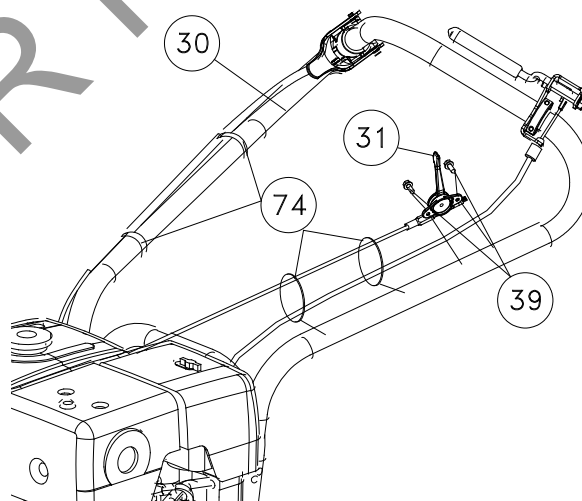

Fig. 2
2. Gasreguleringen vil blive monteret på gashåndtaget på motoren og viklet om motoren ved forsendelse. Pak gasreguleringen (genstand #31) ud og fastgør den til det øverste håndtag med skruer (genstand #39). Skruerne vil allerede være monteret på håndtaget. Flyt blot skruerne og brug dem til at montere gasreguleringen. Fastgør gaskablet og koblingskablet med to kabelstrips. Aim-and-Shoot™ er ikke fastgjort. Du er nødt til at rulle kablet ud og fastgøre enden med bolden til stangen og placere kabelenden i hullet på saddeklemmen med kablet kørende gennem rillen. Koblingskablet vil også være viklet op under maskinen. Før kablet under akslen og fastgør det ved at flytte koblingstappen og gaffelbolten og fastgøre det til armen, der styrer koblingen. Træk i kablet efter det er fastgjort og lad det glide ind i hullet holderen, så den klikker på plads. For at forhindre kablet i at blive beskadiget skal du bruge tre kabelstrips (genstand #74) til at fastgøre det til håndtaget som vist for at sikre, at kablet ikke gnider mod dækket. **BEMÆRK:** kablet bør være placeret korrekt i sadlen og bør følge håndtagets konturer. (Se Fig. 2 og 3)